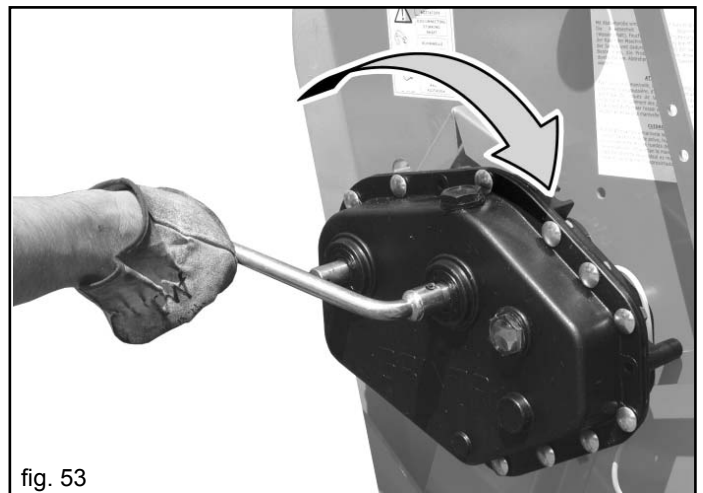

fig. 53
- 4) Die Kurbel (Abb. 53) in die Getriebebspindel einsetzen und im Uhrzeigersinn drehen.